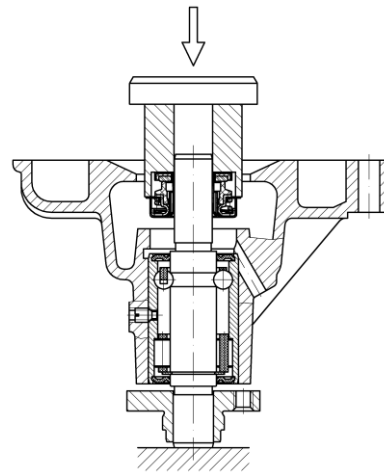
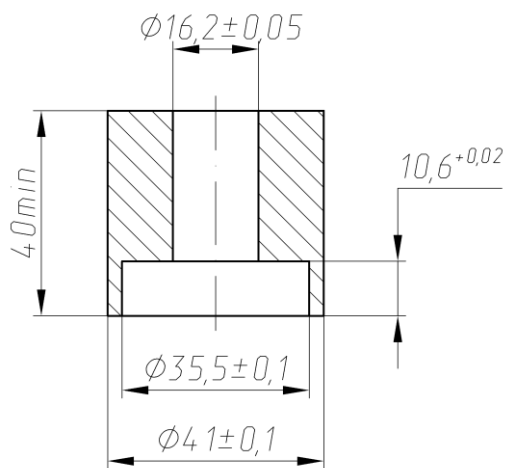

Рис.65. Запрессовка уплотнения водяного насоса
Рис.66. Оправка для запрессовки уплотнения
- с помощью оправки запрессовать уплотнение на вал подшипника и в корпус насоса, не допуская перекоса (рис.65). Для запрессовки уплотнения использовать оправку (рис.66), с помощью которой обеспечивается необходимое сжатие пружины уплотнения;